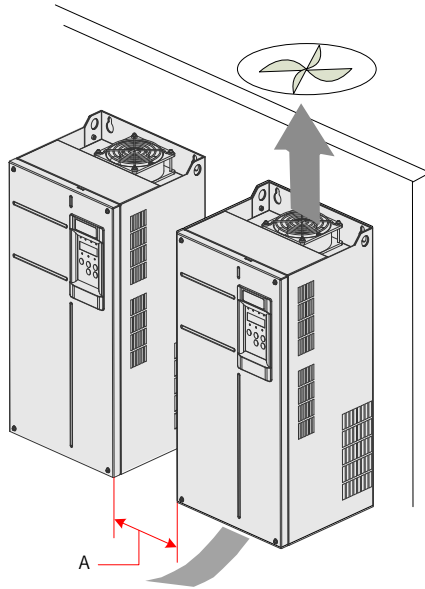

图 2-5 多台机器并排安装空间
- 安装空间要求如图 2-5 所示，需保证驱动器有足够的散热空间。预留空间时请考虑柜内其它器件的散热情况。